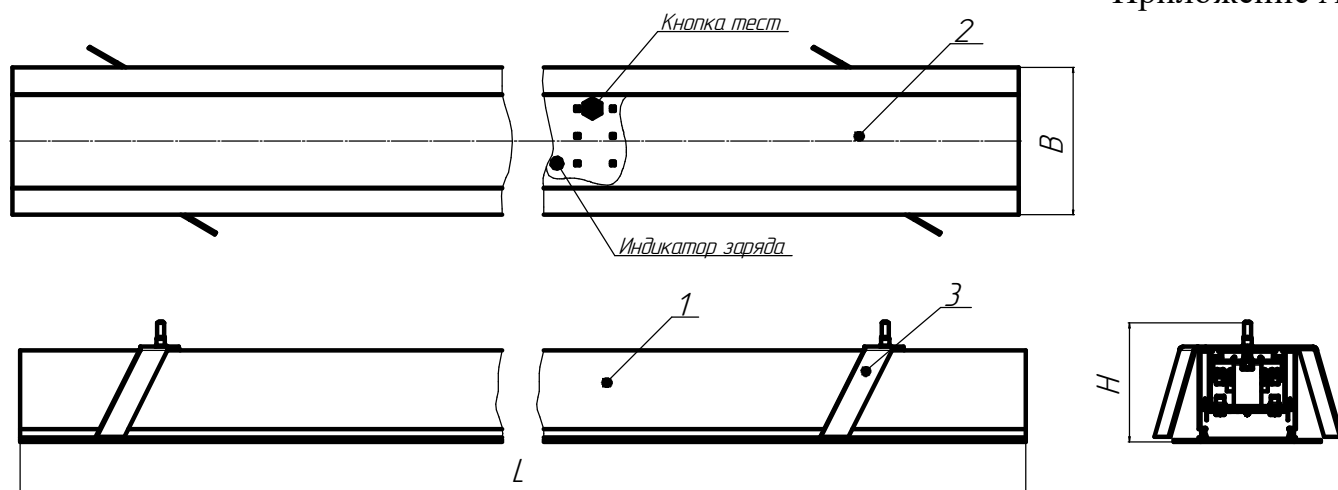

Рисунок 1 - Общий вид светильников
5.9 В светильниках присутствует ручное тестирование аварийного режима. Выключите светильник. Нажмите кнопку, находящуюся под рассеивателем на панели со светодиодными модулями (рисунок 1). Источник питания светильника переключится в аварийный режим, напряжение на светодиодные модули будет подаваться от аккумулятора. Для возврата в рабочий режим, отпустите кнопку ручного тестирования.